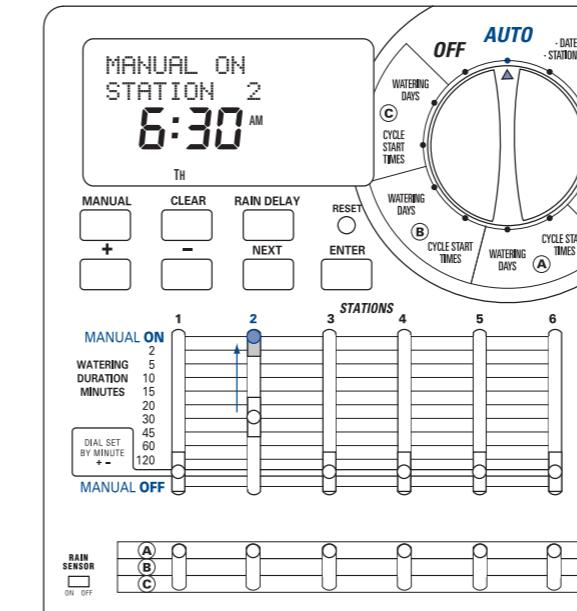

Figura 15: Irrigazione manuale impostata su una stazione
2. Per attivare la stazione, spostare **L'interruttore mobile Watering Duration (Durata irrigazione)** in posizione **MANUAL ON**. (Modalità manuale attivata), ossia in posizione completamente sollevata. Il display visualizza il messaggio **MANUAL ON** (Modalità manuale attivata) e il numero della stazione attivata [Vedere la Figura 15]